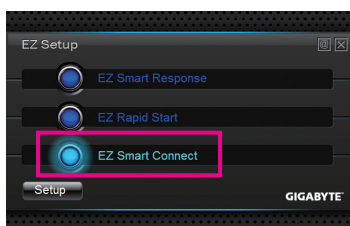

図 1
**EZ Smart Connect**を選択し、**Setup**をクリックします。その後、システムを再起動します。システムは再起動し、BIOSセッアップで自動的に**Intel Smart Connect Technology**を有効にします。(図 1) ステップ 2: